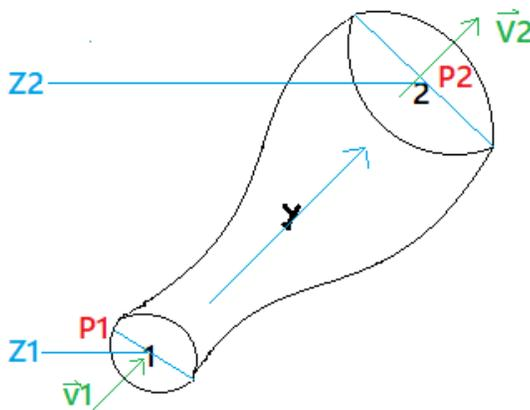

Figura 37: Ecuación de Bernoulli.
Dado que la expresión si utiliza en fluidos incompresibles se sigue cumpliendo la ecuación de continuidad si hay una entrada en (1) y una salida en (2) ver la figura 37.